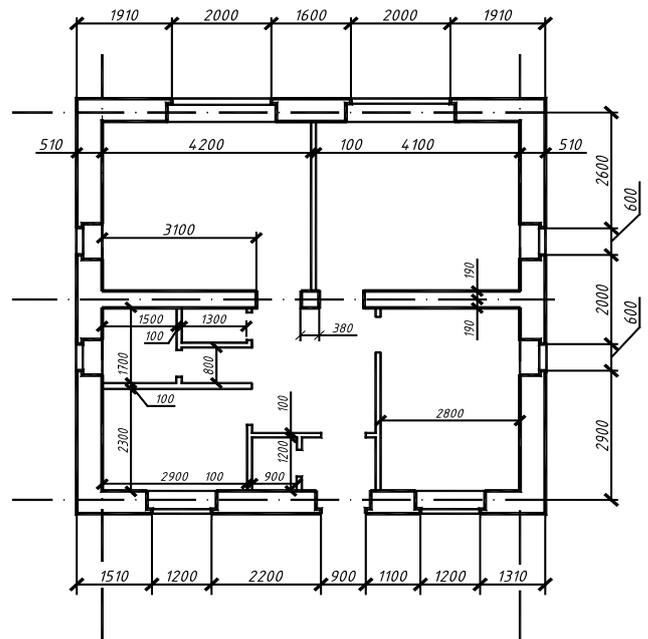

Рис.4 – Перегородки, размеры
4. Выполнить внутреннюю «начинку» плана (рис.4): стену по оси «Б», перегородки, внутренние размеры.